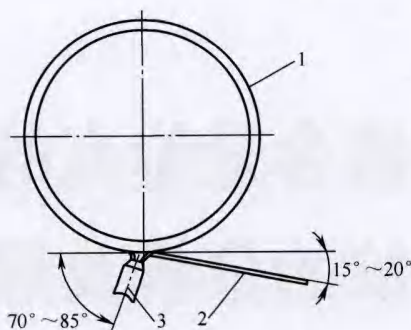

图 2
(1) 焊接角度 焊接前首先调整好焊枪的焊接角度, 焊枪与焊件、焊丝相互间的角度如图 2 所示。焊接时焊枪固定在焊接支架上不再变动。
操作方法及焊枪操作方式: 不同于手工钨极氩弧焊时的左焊法和右焊法, 手工钨极氩弧焊时, 戴头盔式面罩, 右手持焊枪左手添加焊丝; 采用此装置焊接时, 焊枪位置和角度如图 2 所示固定不用手持, 因此可以充分运用右手的灵活性和稳定性, 右手送丝左手可手持面罩; 不锈钢管在焊件装夹板上顺时针转动来完成环形焊缝的焊接。若习惯左手送丝, 可采用左焊法, 焊枪与焊丝的位置交换, 保持应有的角度即可。焊接时操作者只需掌握焊丝向熔池添加的时机和准确的添加位置, 焊丝端部要始终保持在喷嘴输出氩气的保护氛围中, 避免焊丝添加端在高温下被氧化。焊枪操作方式选用保持, 电路一经接通电弧就一直保持, 直到再次按下开关电弧才衰减直至熄灭。